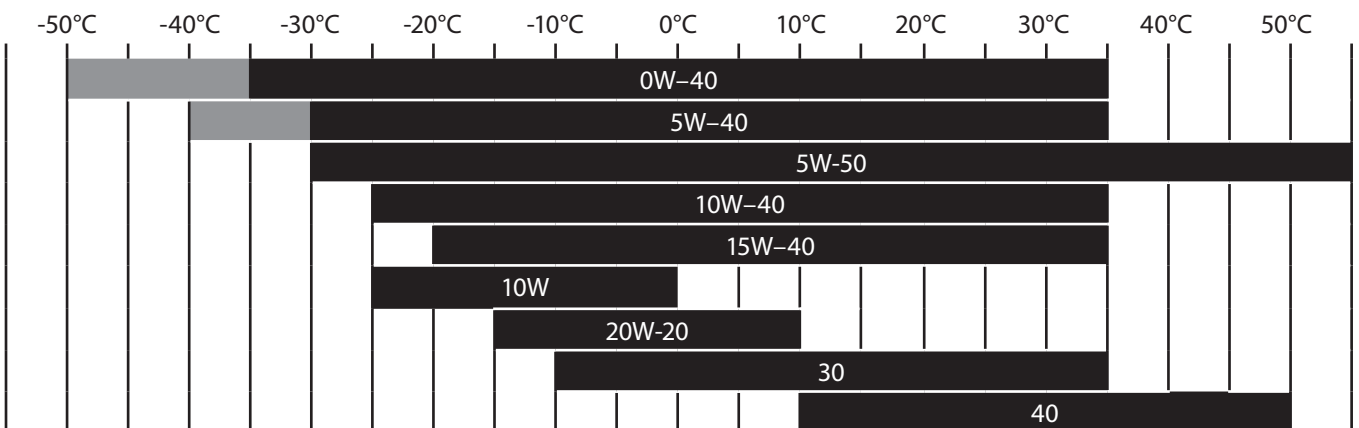

Abb. 11
- ➔ In der nachstehenden Grafik (Abb. 11) sind die Motorölklassen für den angegebenen Temperaturbereich angegeben, wenn kein Motoröl SAE 15 W40 verfügbar ist.